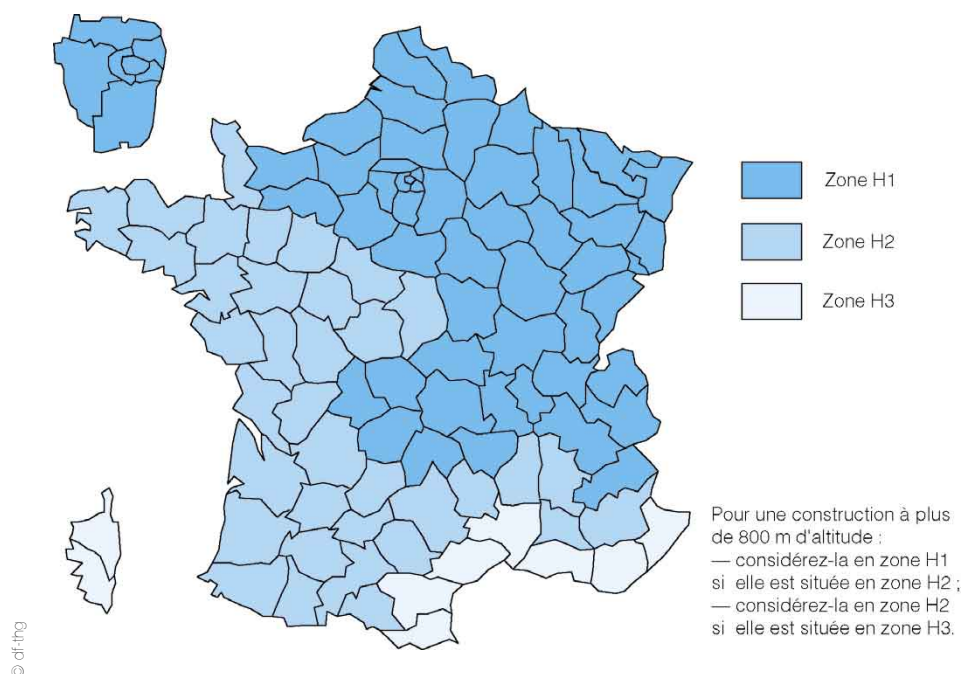

Figure 15 : Les zones climatiques en France
- la zone climatique où est située l'habitation (figure 15) ;